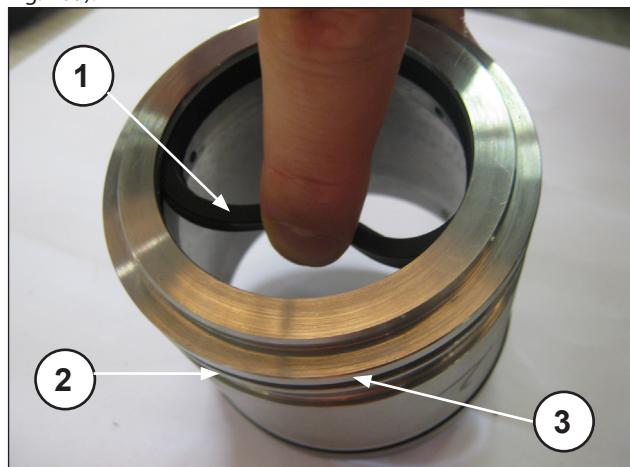

Fig. 165
Inserire la guarnizione di bassa pressione nel supporto baderne (pos. ①, Fig. 165) facendo attenzione al senso di montaggio che prevede il labbro di tenuta in avanti (verso la testata), l'O-ring e l'anello antiestrusore con l'OR (pos. ② e ③, Fig. 165).